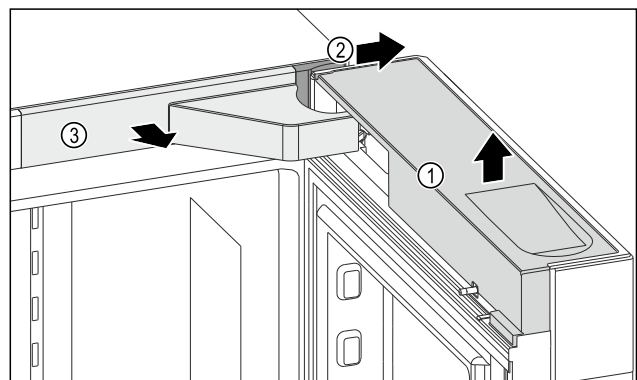

Fig. 10
- ▶ Abdeckung Fig. 10 (1) abnehmen.
- ▶ Abdeckung Fig. 10 (2) abnehmen.
- ▶ Abdeckung Fig. 10 (3) abnehmen.